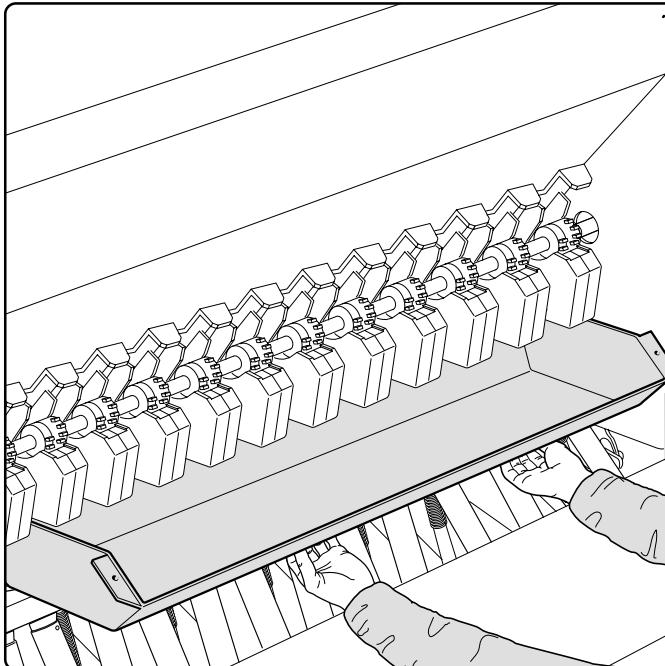

Fig. 37
- Sganciare le vasche raccogli semi (Fig. 37) e posizionarle sotto le bocchette uscita semi.
- *Release the seed collection tanks (Fig. 37) and position them beneath the seed discharge mouths.*
- die Samenbehälter (Abb. 37) aushängen und sie unter die Samenausgangsstutzen stellen.
- décrocher les cuves à semences (Fig. 37), qui seront positionnées sous les goulots de sortie des graines.
- desenganchar las cubas de recolección de las semillas (Fig. 37) y situarlas debajo de las bocas de salida de las semillas;